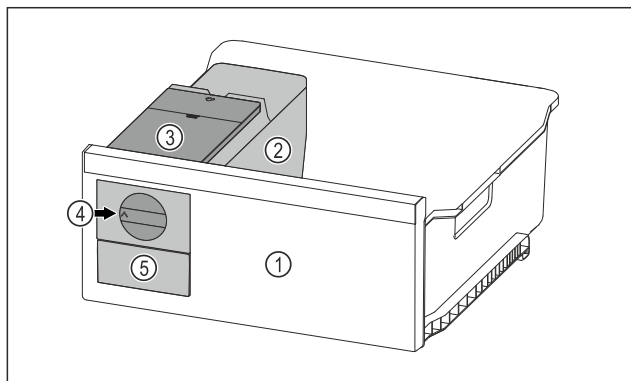

Fig. 108 Primjer izgleda
- ▶ Okrenite okretni gumb *Fig. 108 (4)* u smjeru kazaljki na satu do graničnika.
- ▶ Kockice leda padaju iz posude za kockice leda u ladicu za kockice leda *Fig. 108 (5)*.